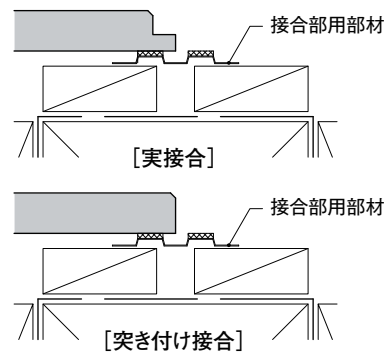

図2 同質出隅の実端部
- ▶接合部用部材を、同質出隅の端部が中心になるように配置する。(図2参照)